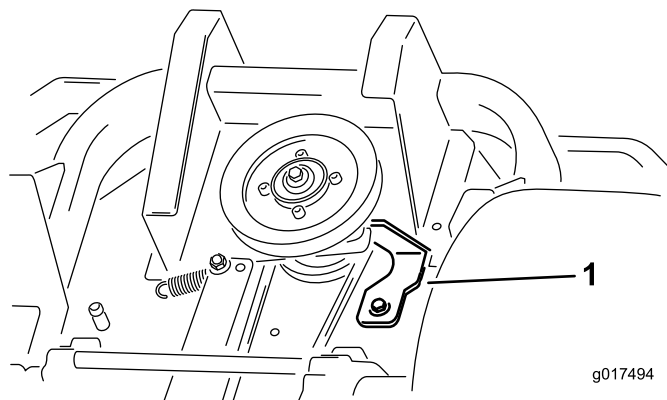

**Figura 57**
12. Instale las cubiertas de la correa (Figura 57).